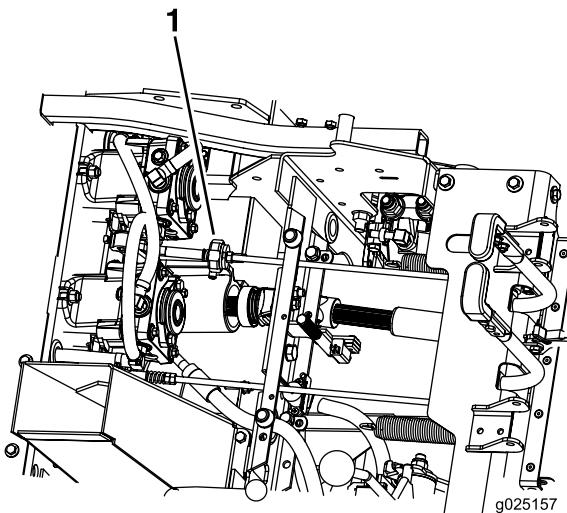

Figura 44
6. Asegúrese de que la máquina no se desplaza en punto muerto con el freno de estacionamiento quitado (Figura 44).